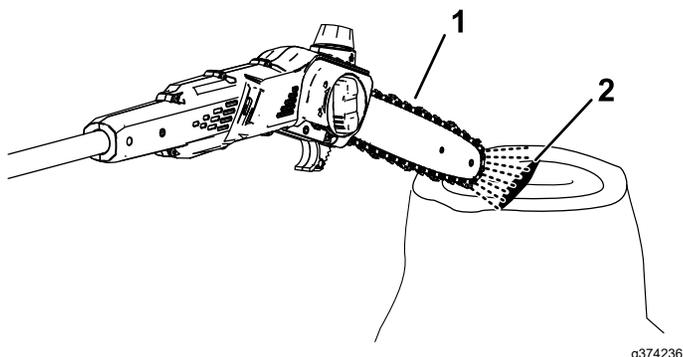

図 16
2. オイルがポールに流れていることを確認するには、ポールソーの先端を紙、段ボール、切り株などの表面から数インチ離してポールソーを動かします。表面にオイルが薄く噴射されているのが見えるはずで **図 16**。